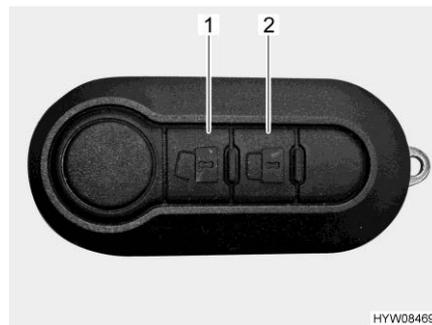

Fig. 59 Mando a distancia del cierre centralizado (2 teclas)
- Pulsar la tecla  (Fig. 59,1) una vez brevemente. Las cerraduras de las puertas estarán desbloqueadas.
- Pulsar la tecla  (Fig. 59,2) una vez brevemente. Las cerraduras de las puertas estarán bloqueadas.